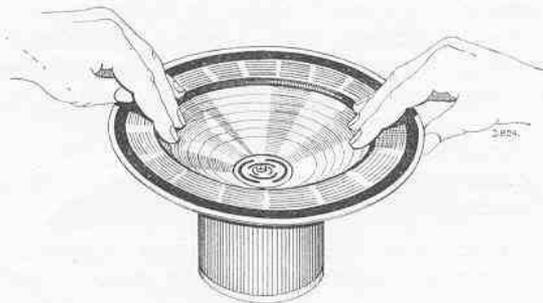

Fig. 10
3. Après la réparation, la housse doit de nouveau être mise sur le haut-parleur. En faisant faire prudemment au cône un mouvement de va et vient, (fig. 10) on ne doit percevoir aucun son; dans le cas contraire, le